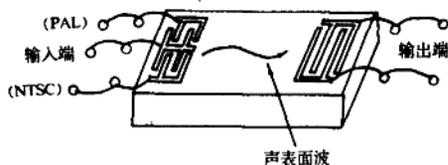
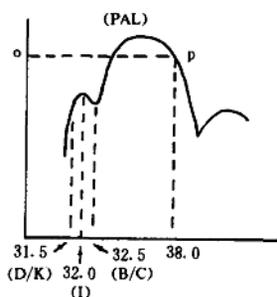
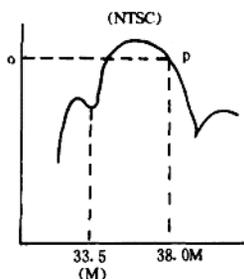

图 1-5 声表面波滤波器基本结构
图 1-6 PAL 制输出特性
图 1-7 NTSC 制输出特性
(2)工作原理:本机采用的声表面波滤波器为 F1806D,它的基本结构见图 1-5,其输出特性 PAL 制见图 1-6,NTSC 制见图 1-7。
从声表面波滤波器输出的中频信号，输入到中放集成块 T51496P④、⑤脚(见图 1-7)通过两级中频放大，增益约为 40dB，一路送入同步检波电路，另一路经选频限幅放大送入同步检波电路，检波出的复合视频信号峰峰值为  $2V_{P-P}$ ，由⑬脚输出。输出的视频信号送至  $Q_{006}$ 、 $Q_{008}$  基极，当接收 PAL 制时，M37210M4-786SP②脚为低电平，则  $Q_{009}$  截止， $Q_{018}$  导通，视频信号经  $Z_{003}$ 、 $Z_{005}$  陷波器，对 5.5~5.75MHz、6.0~6.5MHz 频率进行陷波，将第二伴音中频信号吸收掉，经  $Q_{018}$ 、 $Q_{007}$  输出到插座 H005⑩脚。当接收 3.58NTSC 制时，M37210M4-